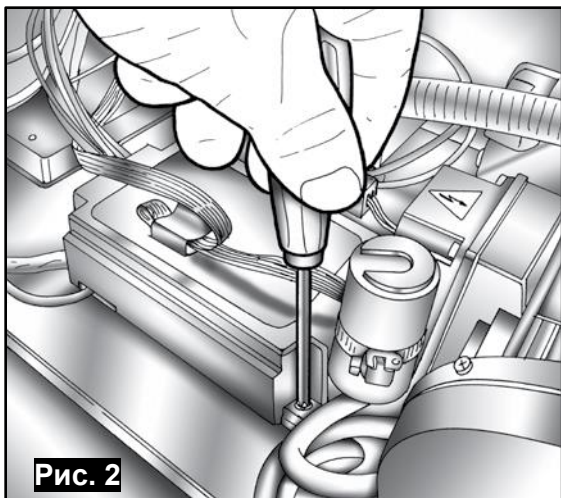

Рис. 2
- 2) Отсоедините защитную крышку от щита питания (**Рис.2**).